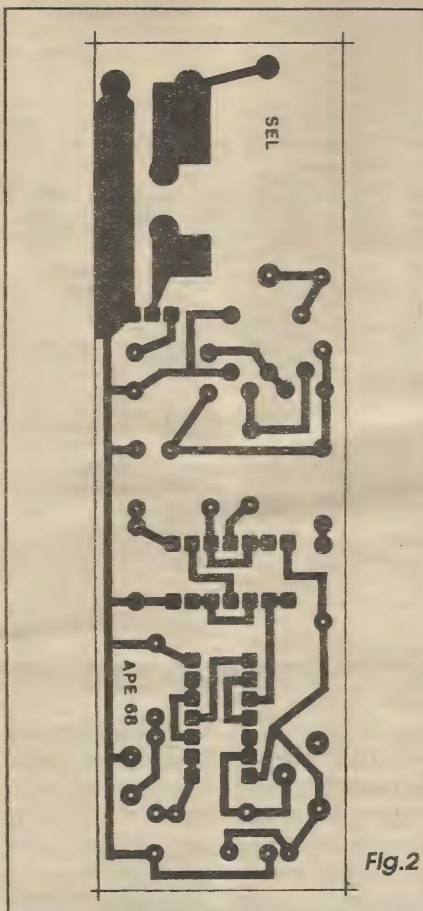

Fig.2
- FIG. 2 - LAY OUT DO CIRCUITO IMPRESSO ESPECÍFICO - Simples, sem grandes complexidade de desenho, o padrão cobreado do circuito impresso específico pode ser facilmente copiado e processado pelo leitor/hobbysta atento, a partir do diagrama que está em tamanho natural (escala 1:1). A única (e *eterna*...) recomendação é uma criteriosa conferência ao final, especialmente numa placa para circuitos do tipo do SEL, que envolve (em algumas áreas da placa...) o trânsito de correntes e tensões em nível elevado... Só de *olhar* o diagrama já dá pra notar as grandes áreas cobreadas, com trilhas e i-